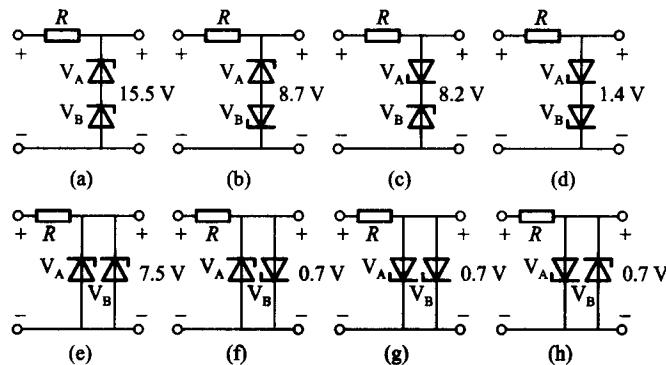

图 1-2
(1) 串联时有 15.5 V、8.7 V、8.2 V 和 1.4 V 四种稳压值, 如图 1-2(a)、(b)、(c)、(d) 所示;
(2) 并联时只有 7.5 V 和 0.7 V 两种, 如图 1-2(e)、(f)、(g)、(h) 所示。